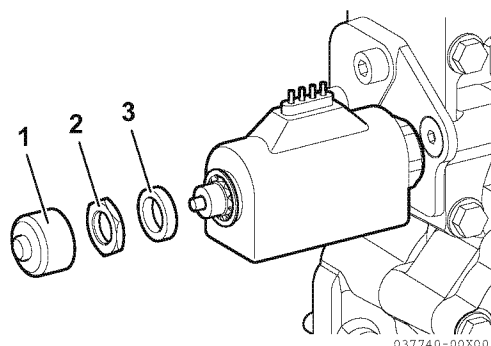

Figure 11
1. Avec le(s) moteur(s) arrêté, ôtez le bouchon (1, **Figure 11**), l'écrou (2, **Figure 11**) et le collier (3, **Figure 11**).